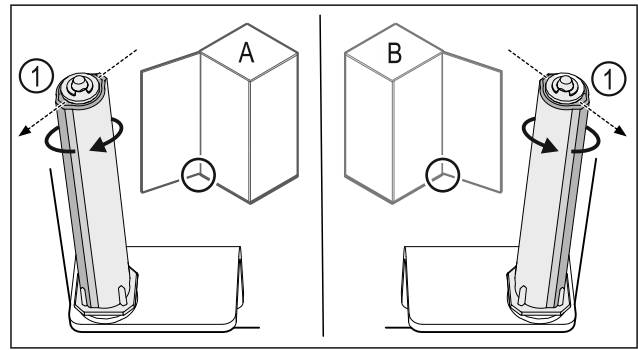

Fig. 42 Μεντεσέδες αριστερά (A) / Μεντεσέδες δεξιά (B)
- ▶ Περιστρέψτε το σύστημα κλεισίματος κόντρα στην αντίσταση, μέχρι ο κορμός του συστήματος κλεισίματος Fig. 42 (1) να είναι στραμμένος προς τα έξω.